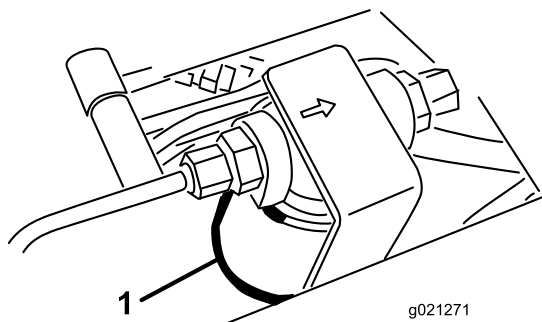
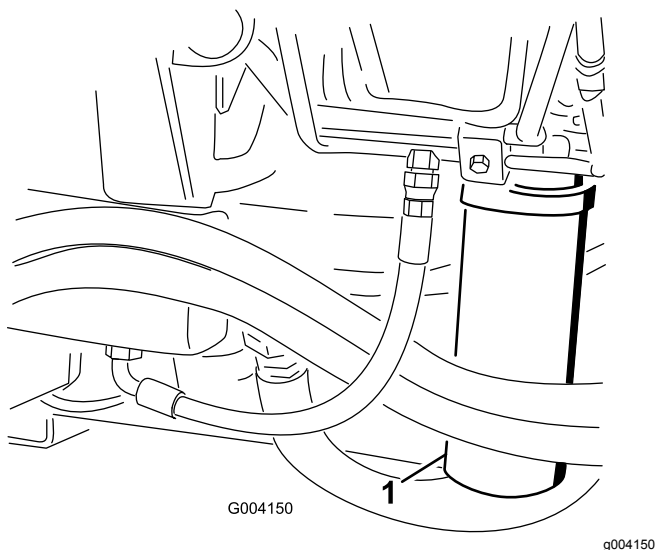

Figura 88
Figura 89
2. Pulite l'area di montaggio del filtro e collocate una bacinella di spurgo sotto il filtro (Figura 88) e (Figura 89).